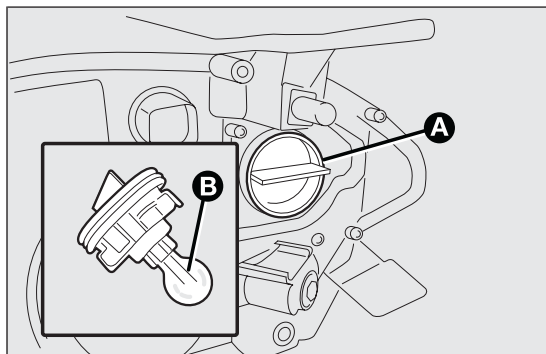

fig. 161
- ☐ estrarre la lampada B fig. 161 e sostituirla;